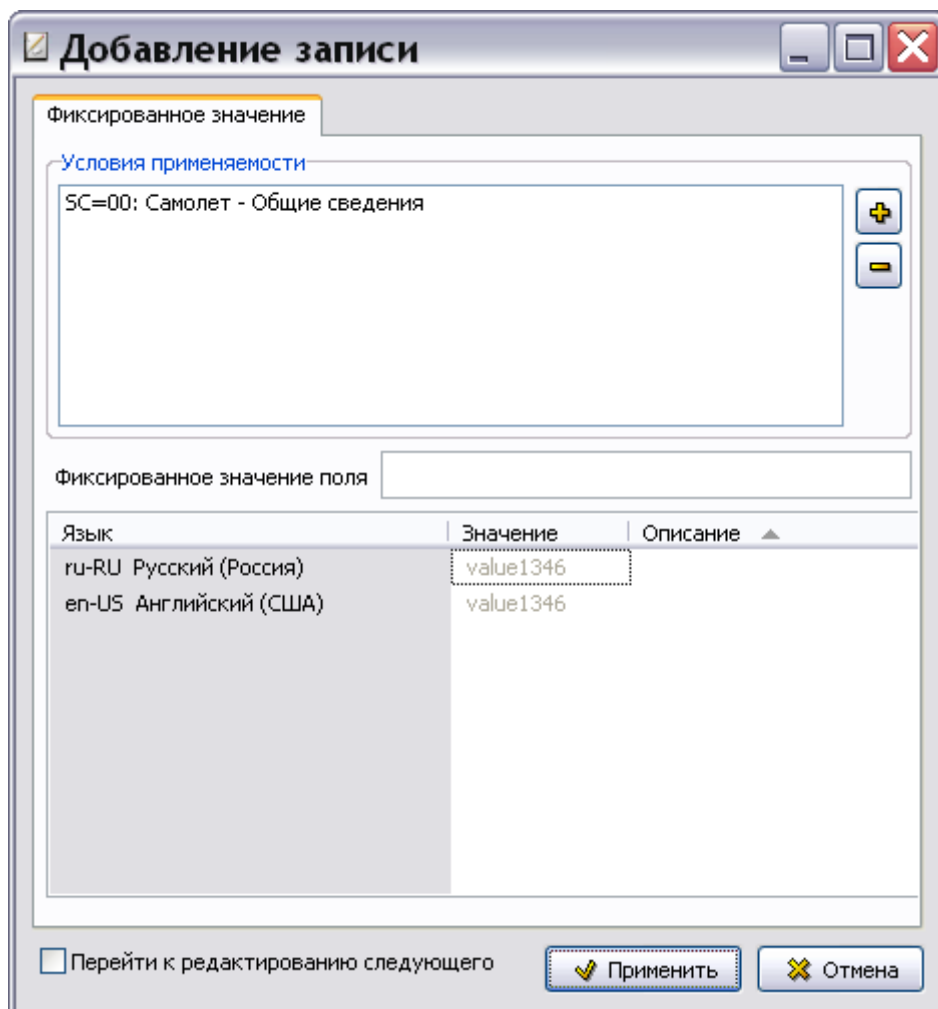

Рис. 2.29
6. Нажмите на кнопку . После этого произойдет возврат в окно **Добавление записи** для фиксированного значения, и в окошке раздела **Условия применимости** появится назначенное нами условие (Рис. 2.29).